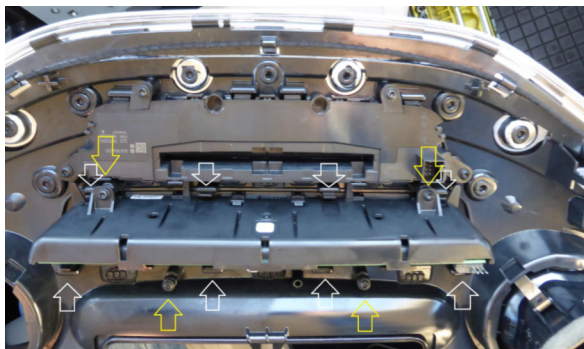

Abbildung 6: Befestigung des Klimabedienteils, 4 Torx-Schrauben (gelbe Pfeile) und Clips (weiße Pfeile)
- Das Klimabedienteil wird von 4 Torx 20 Schrauben (gelbe Pfeile) und 8 Clips (weiße Pfeile) gehalten, siehe Abb. 6. Die Torx-Schrauben entfernen und die Bedieneinheit herausnehmen.